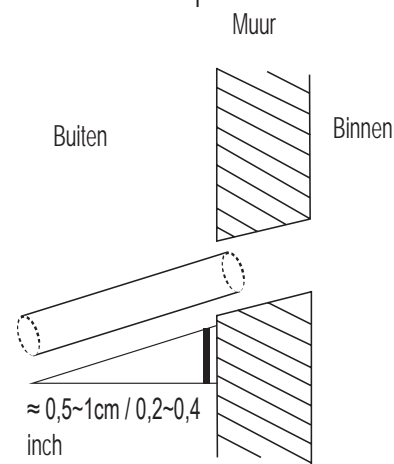

Fig. 10.2
6. Boor een gat in de muur met een boor van 65 mm (2,5"). Zorg ervoor dat het gat geboord wordt met een licht neerwaartse hoek, zodat de buitenkant van het gat zich ongeveer 1 cm (0,4") lager bevindt dan de binnenkant van het gat. Dit zorgt voor een correcte waterafvoer (zie Fig. 10.2). Plaats de beschermende muurafdichting in het gat. Dit beschermt de randen van het gat en helpt om af te dichten wanneer u het installatieproces afwerkt.